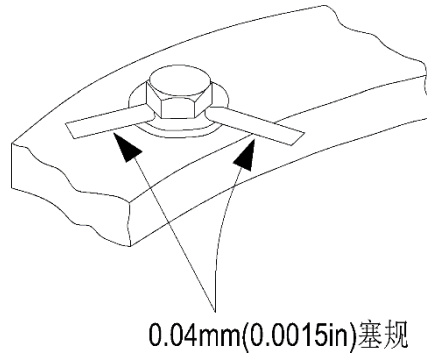

Figura 5- 7
3. Insira o calibrador de lâminas 0,04mm entre o parafuso e a arruela conforme mostrado pela seta na Figura 5- 7.